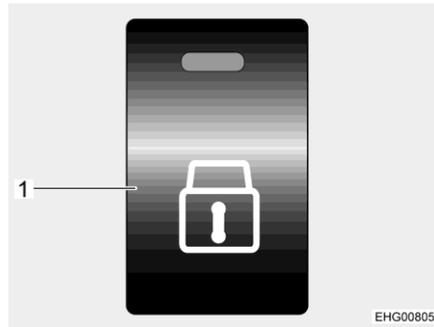

Fig. 54 Interruttore chiusura centralizzata
- Sbloccaggio:** ■ Premere il tasto (Fig. 54,1). Le serrature sono sbloccate.
- Bloccaggio:** ■ Premere il tasto (Fig. 54,1). Le serrature sono bloccate. La spia di controllo nel tasto si accende.